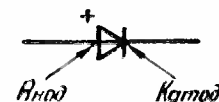

Рис. 10
**Полупроводниковый диод** — это радиоэлектронный элемент, обладающий односторонней проводимостью электрического тока. Диод имеет два электрода: катод — отрицательный и анод — положительный. Катодом служит полупроводник  $n$ -типа, а анодом — полупроводник  $p$ -типа. Между полупроводниками  $n$ - и  $p$ -типов образуется  $p$ - $n$ -переход. Обозначение полупроводникового диода показано на рис. 10.